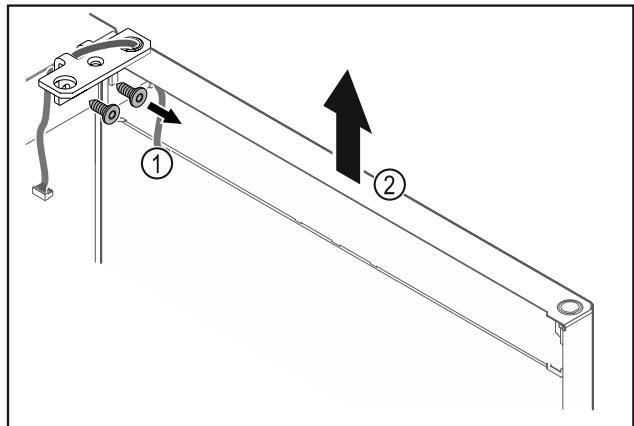

Fig. 21
- Odvrnite kutne šarke Fig. 21 (1).
► Dignite vrata s kutnim šarkama Fig. 21 (2) cca 200 mm ravno prema gore i skinite ih.